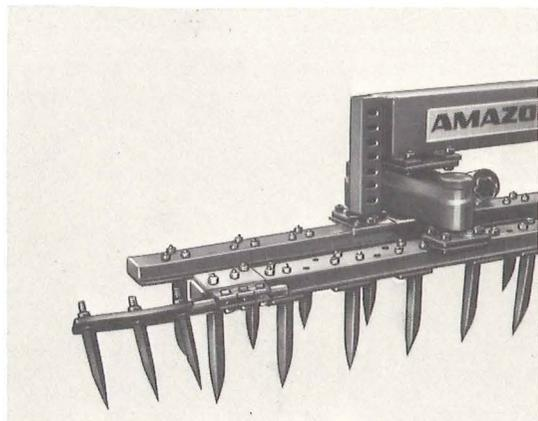

Fig. 8
- 2 – 1 paire d'étrilles latérales (fig. 8) pour éviter la formation des buttes de terre aux extrémités de la herse alternative dans les sols meubles.